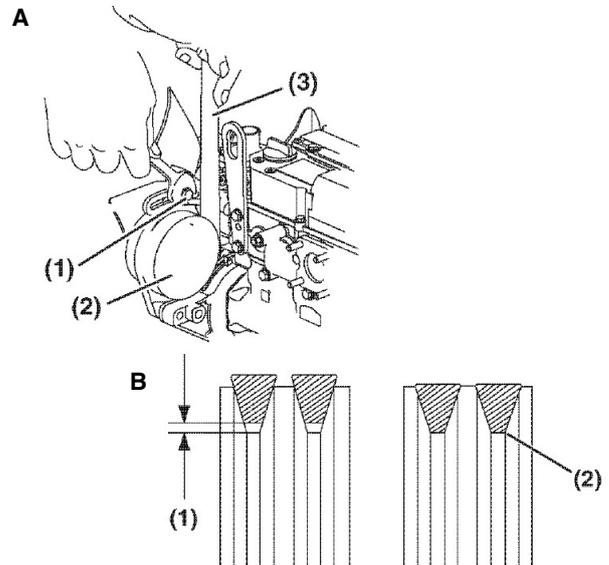

Abb. 46: Keilriemenspannung
Schritt 2: Ggf. die Keilriemenspannung einstellen. Die Einstellschraube (Abb.46A, Pos. 1) lösen und die Lichtmaschine (Abb. 46A, Pos. 2) mit einer Brechstange (Abb.46, Pos. 3) bewegen, um den Keilriemen auf die gewünschte Spannung festzuziehen. Anschließend die Einstellschraube festziehen.